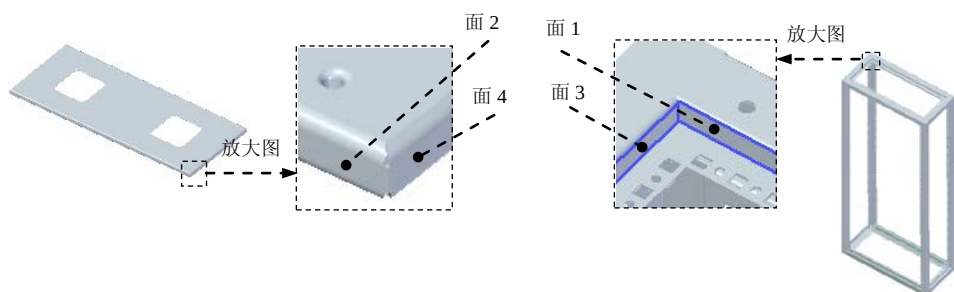

图 8.13.332 贴合面
(2) 单击“相关”区域中的  命令, 选取图 8.13.332 所示的面 1 与面 2 为两个钣金件上要配合的面。
(3) 单击“相关”区域中的  命令, 选取图 8.13.332 所示的面 3 与面 4 为两个钣金件上要配合的面。